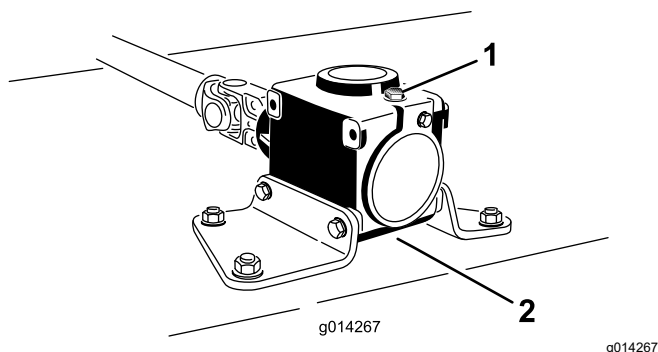

Figura 22
6. Togliete il tappo di riempimento/asta di livello da sopra gli ingranaggi (Figura 22) e verificate che il lubrificante si trovi tra i segni riportati sull'asta.
6. Togliete l'asta di livello/tappo di riempimento da sopra gli ingranaggi (Figura 22).